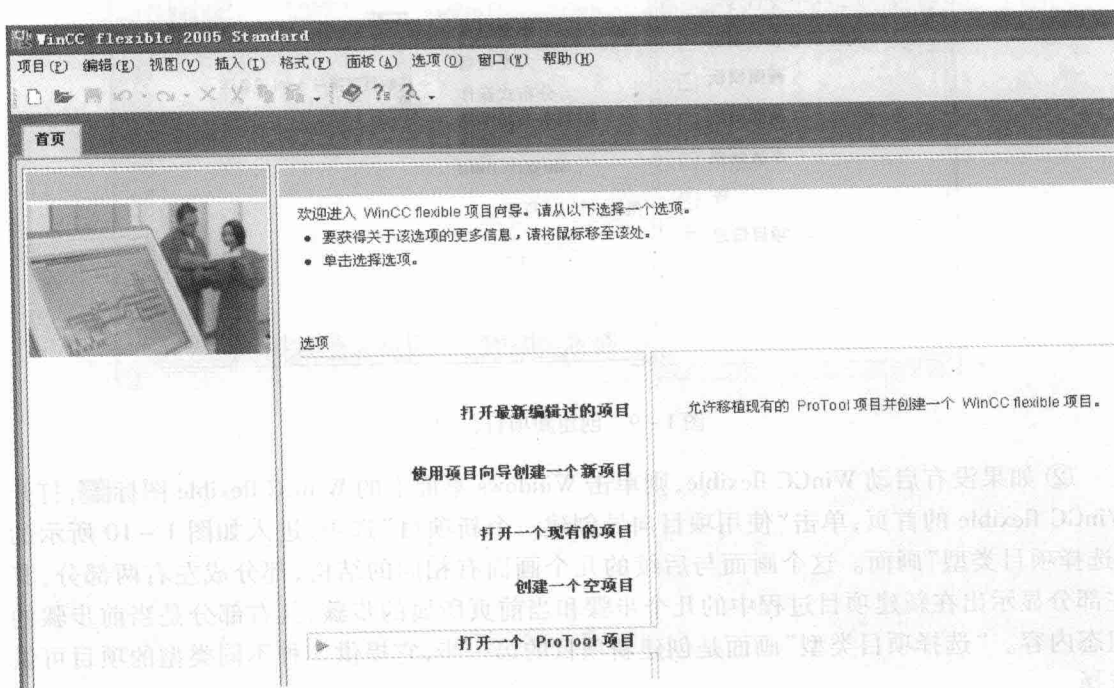
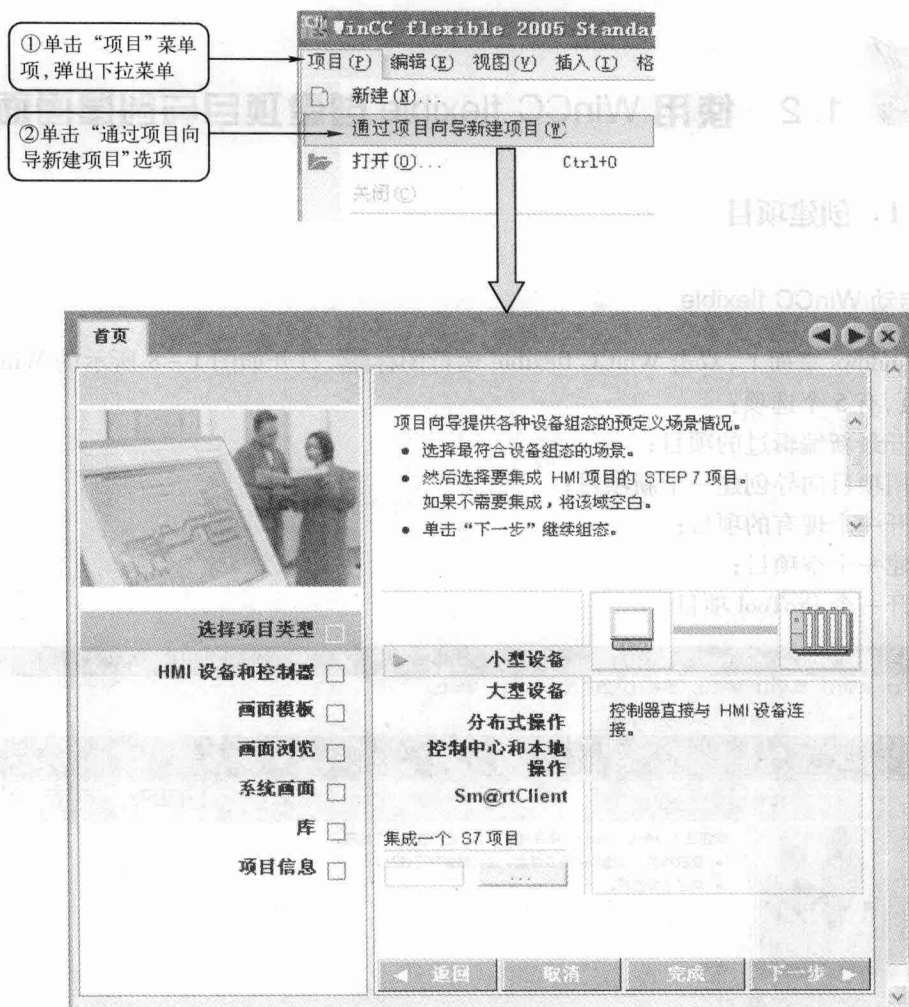

图 1-8 进入 WinCC flexible 的首页
图 1-9 创建新项目(一)
在 Windows 桌面上,双击 WinCC flexible 运行图标,打开如图 1-8 所示的 WinCC flexible 的首页,有 5 个选项:
(1) 用 WinCC flexible 的项目向导来创建项目。
① 如果已经启动了 WinCC flexible 程序,则在如图 1-8 所示中执行菜单命令“项目”→“通过项目向导新建项目”,进入如图 1-9 所示的“选择项目类型”画面。